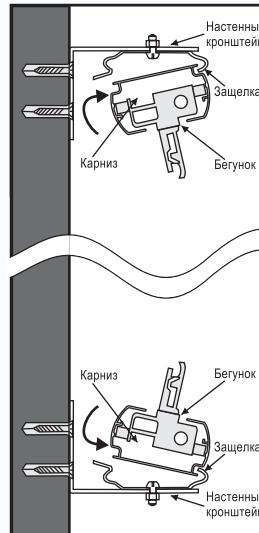

рис.1
1. Закрепите карнизы в защелках (рис.1)